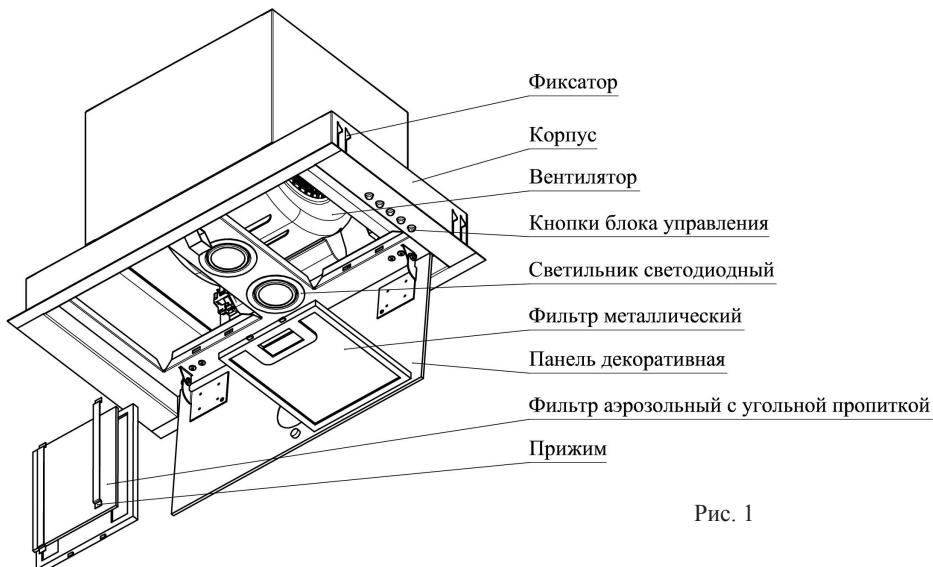
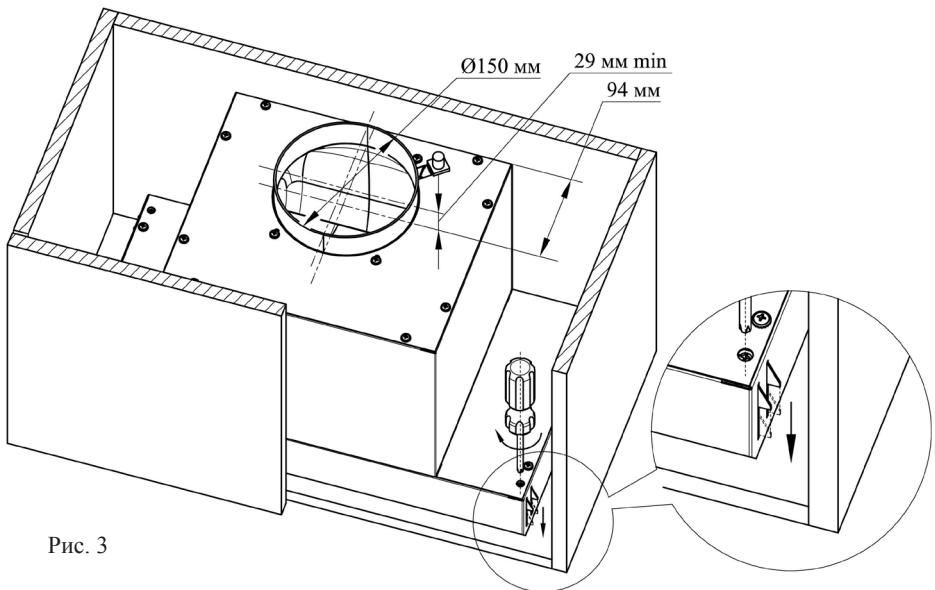

Рис. 1
Рис. 3
Внутри корпуса воздухоочистителя (рис.1) располагаются вентилятор и светильники светодиодные. Снизу корпуса размещены фильтры металлические, фильтры аэрозольные с угольной пропиткой и панель декоративная. Справа, на нижней поверхности расположены кнопки управления работой воздухоочистителя. В верхней части корпуса воздухоочистителя находится фланец вентилятора для отвода очищенного воздуха (рис.3). На боковой поверхности размещены фиксаторы предназначенные для монтажа воздухоочистителя в мебель.
- 6.3 Заведите воздухоочиститель в подготовленный проем шкафа настенного. Обратите внимание, чтобы флагшки фиксатора переместились через дно шкафа настенного и уперлись в кромку проёма. Придерживая воздухоочиститель, отверткой с крестовым шлицем заверните винты фиксатора по часовой стрелке, до надежной фиксации воздухоочистителя (рис. 3).